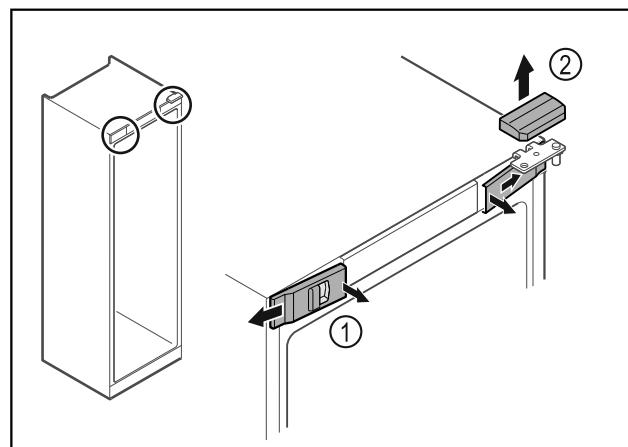

Fig. 7 *
- Izvadite prednje poklopce Fig. 7 (1) iznutra i skinite ih na stranu.*
- Skinite gornji poklopac Fig. 7 (2) prema gore.*